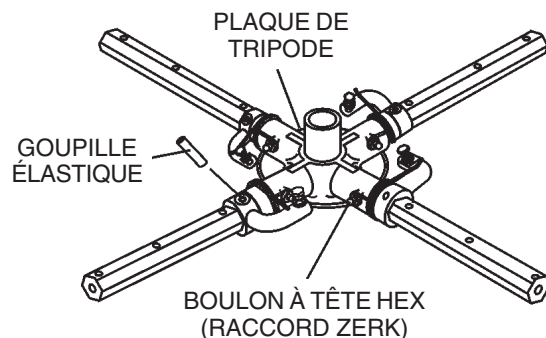

Figure 22. Dépose de la goupille élastique et du raccord de graissage zerk
1. Chaque bras de truelle est retenu en position au niveau de la plaque de tripode par un boulon à tête hexagonale (raccord de graissage zerk) et une goupille élastique. Retirer le boulon à tête hexagonale et la goupille élastique (figure 22) de la plaque de tripode.